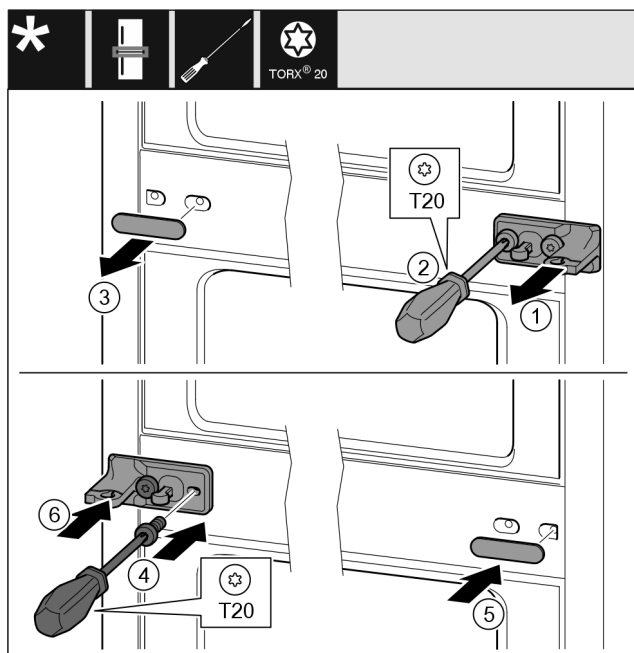

Fig. 13
- ▶ Sfilare la rondella Fig. 13 (1).
- ▶ Estrarre le viti Fig. 13 (2) con un cacciavite.
- ▶ Estrarre la copertura Fig. 13 (3) con cautela.
- ▶ Stringere bene il blocco di supporto con pellicola Fig. 13 (4) ruotato di 180° sull'altro lato.
- ▶ Applicare la copertura Fig. 13 (5) ruotata di 180° sull'altro lato.
- ▶ Infilare la rondella Fig. 13 (6) dal davanti.